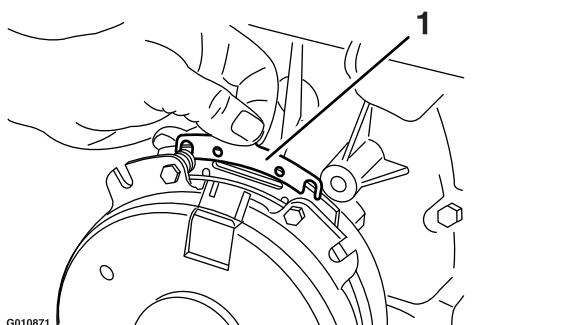

**Figure 57**
- A. Desserrez les deux boulons de montage de frein d'un demi à un tour complet, comme montré à la Figure 57.